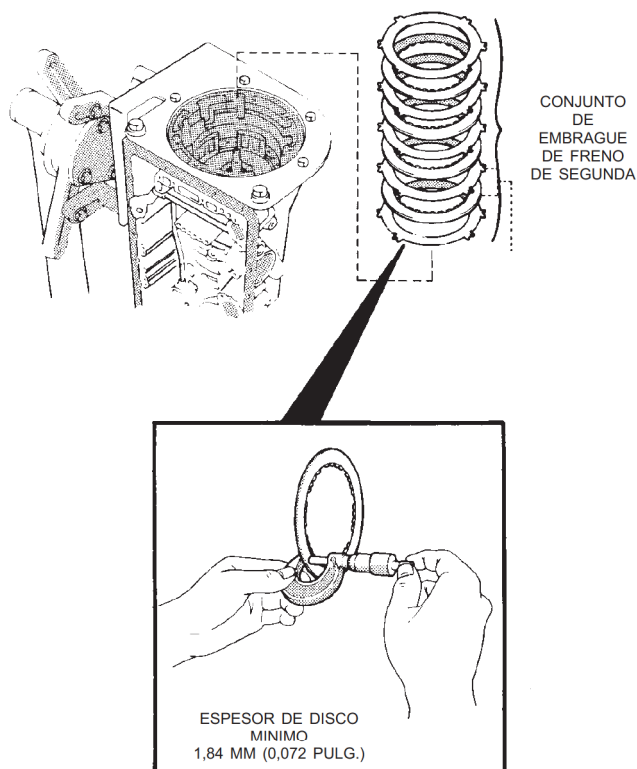

Fig. 114 Desmontaje/medición del espesor del disco de embrague de freno de segunda
(48) Retire el conjunto de embrague de freno de segunda (Fig. 114). Inspeccione y reemplace según sea necesario.